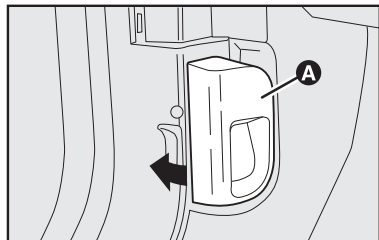

fig. 116
- 1) puxar a alavanca **A-fig. 116**.